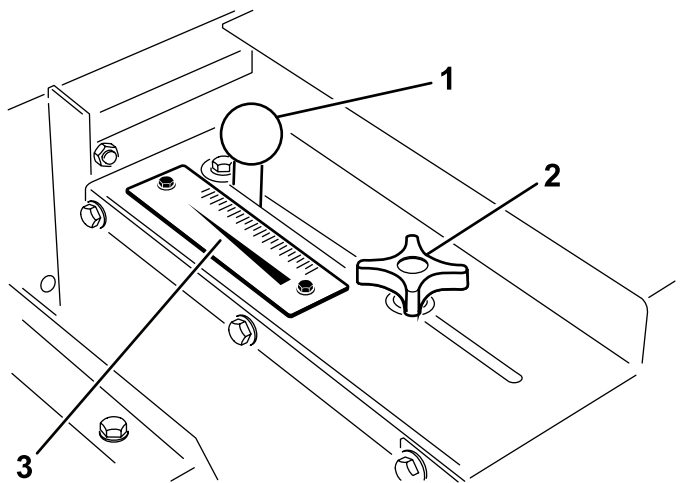

Figure 20
1. Desserrez le bouton de verrouillage (Figure 20) suffisamment pour lui permettre de glisser librement dans la fente.
2. Réglez le bouton de la trappe (Figure 20) à la position voulue puis serrez le bouton de verrouillage pour fixer le réglage.
Utilisez l'échelle de dosage (Figure 20) pour déterminer le débit voulu. Voir Taux d'application du sable \(page 19\).